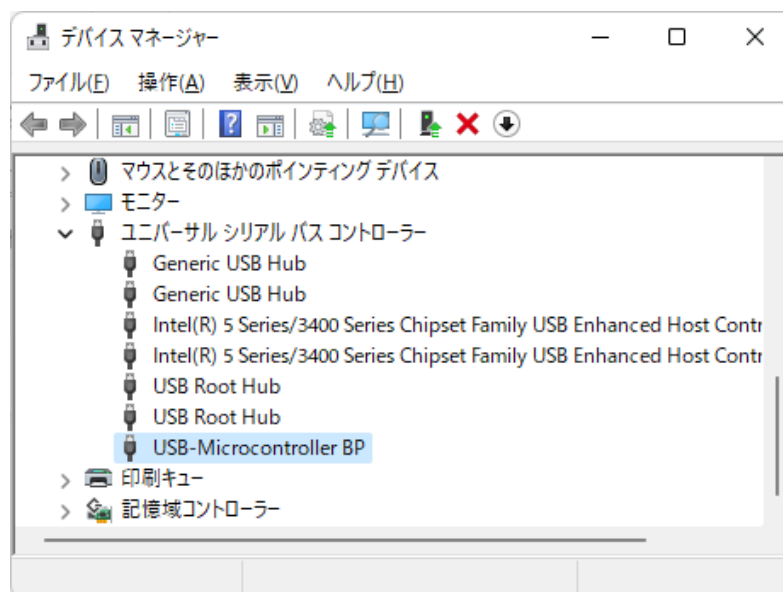

図 13 Windows 11 のドライバインストール確認
- ⑤ デバイスを USB ケーブルでパソコンに接続します。図 13 のように「デバイスマネージャ」の画面に [USB-Microcontroller BP] (または、[USB-Microcontroller SP]) と表示されれば、ドライバが正しくインストールされています。